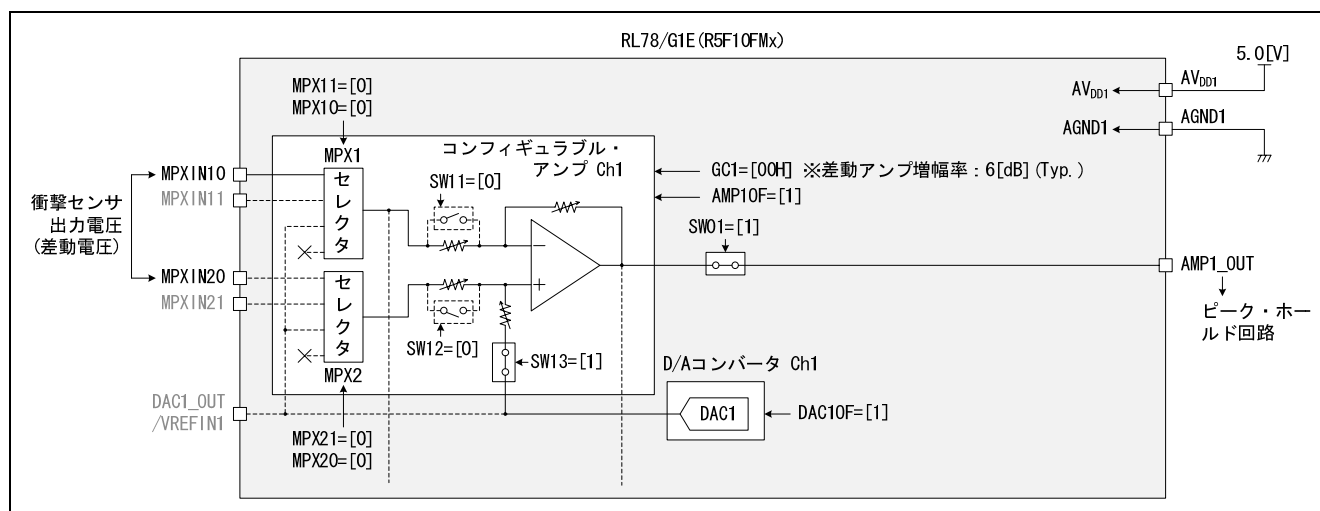

図 6.2 コンフィギュラブル・アンプ Ch1 (差動アンプ構成) のブロック図
- ① コンフィギュレーション・レジスタ 1 (CONFIG1) の SW11=0、SW12=0、SW13=1 に設定します。
- ② MPX 設定レジスタ 1 (MPX1) の MPX11=0、MPX10=0 に設定し、コンフィギュラブル・アンプの反転入力ソースを“MPXIN10”に設定します。
- ③ MPX 設定レジスタ 1 (MPX1) の MPX21=0、MPX20=0 に設定し、コンフィギュラブル・アンプ Ch1 の非反転入力ソースを“MPXIN20 端子”に設定します。
- ④ アンプ動作モード制御レジスタ (AOMC) の CC1=0、CC0=0 に設定し、コンフィギュラブル・アンプ Ch1~Ch3 の動作モードを“高速モード”に設定します。
- ⑤ ゲイン制御レジスタ 1 (GC1) を 00H に設定し、コンフィギュラブル・アンプ Ch1 (差動アンプ構成) の増幅率 (Typ.) を“6dB”に設定します。
- ⑥ コンフィギュレーション・レジスタ 2 (CONFIG2) の SW01=1 に設定します。
- ⑦ パワー制御レジスタ 1 (PC1) の AMP1OF=1 に設定することにより、コンフィギュラブル・アンプ Ch1 (差動アンプ構成) 動作が開始します。
- コンフィギュラブル・アンプ Ch1 を差動アンプ構成として使用する場合のコンフィギュラブル・アンプ Ch1 のブロック図を図 6.2 に示します。